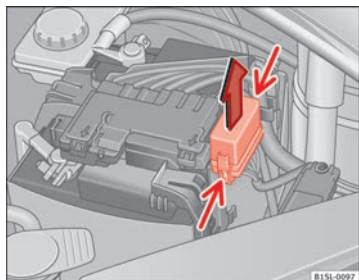

Abb. 151 Im Motorraum: Abdeckung des Sicherungskastens.
- Verriegelungstasten in Pfeilrichtung (schmale Pfeile) drücken, um die Abdeckung des Sicherungskastens zu entriegeln ⇒ Abb. 151.